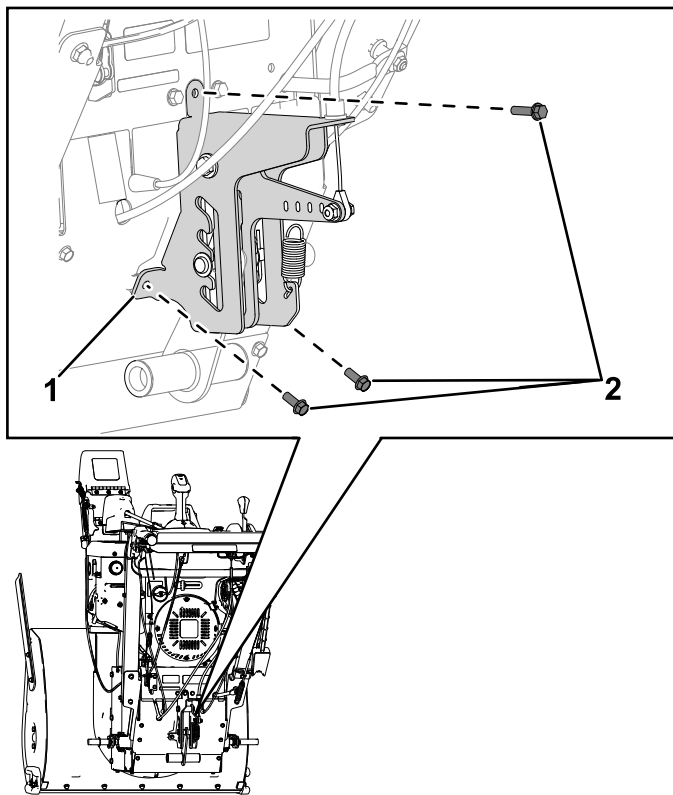

Figura 3
2. Remova os três parafusos ($\frac{1}{4}$ x $\frac{5}{8}$ pol.) que fixam o suporte do regulador de altura à placa superior e à cobertura traseira. Remova o suporte do regulador de altura da placa e da cobertura (Figura 3).